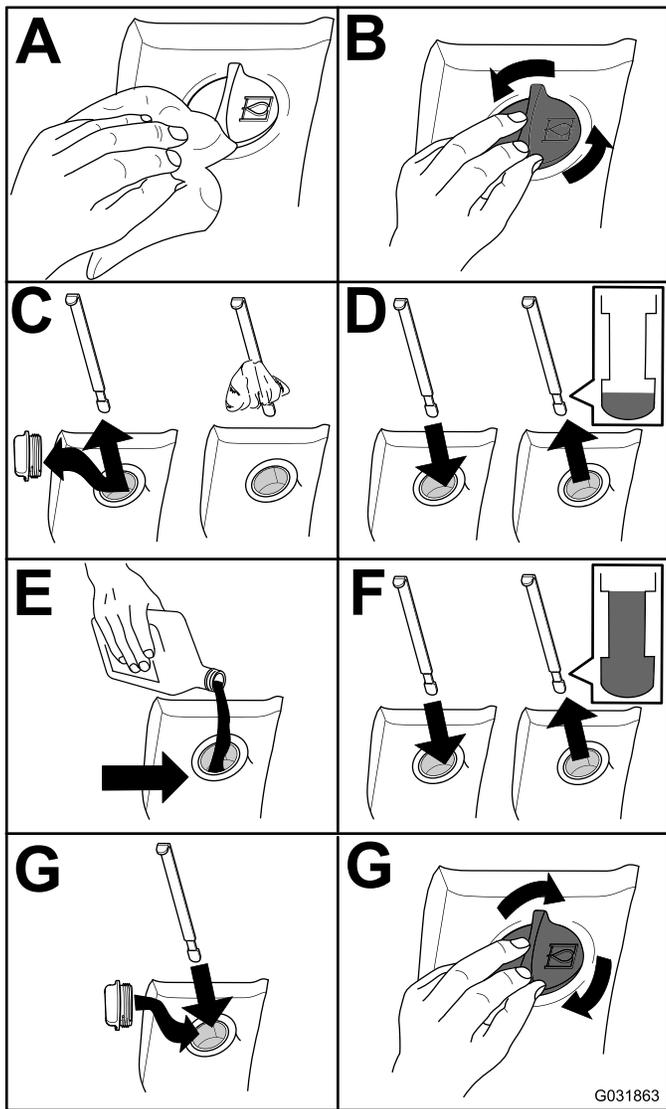

Figura 78
2. Controllare il livello del fluido idraulico (Figura 78).